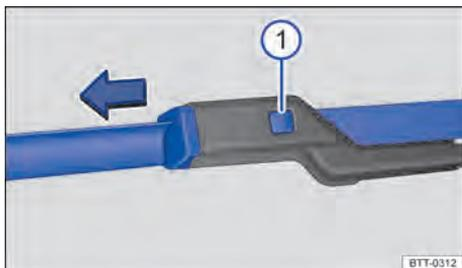

Fig. 162 Sustituir las escobillas de los limpiaparabrisas.
- Mantenga la tecla de desbloqueo → fig. 162 ① pulsada y, al mismo tiempo, retire la escobilla de los limpiaparabrisas en el sentido de la flecha.